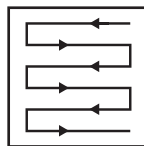

Fig. 19
5. Tunde în rânduri care se suprapun puțin. Tiparul cel mai eficient pentru tunderea gazonului este cel în linii drepte de-a lungul unei laturi. Astfel, rândurile rămân egale și tot gazonul este tuns fără a omite vreun loc (fig. 19).